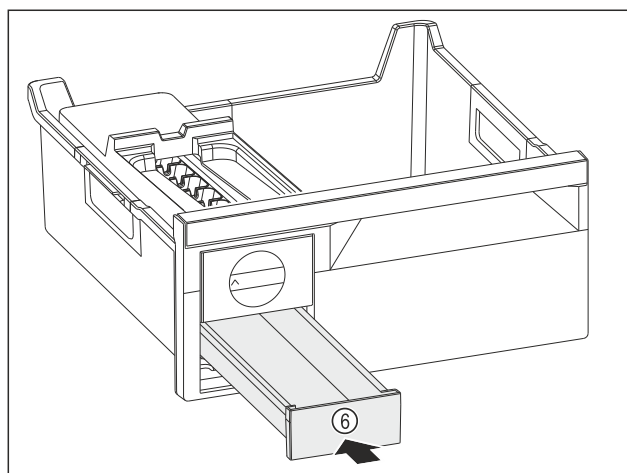

Fig. 146
- Zásuvku na kostky ledu Fig. 146 (6) zasuňte.